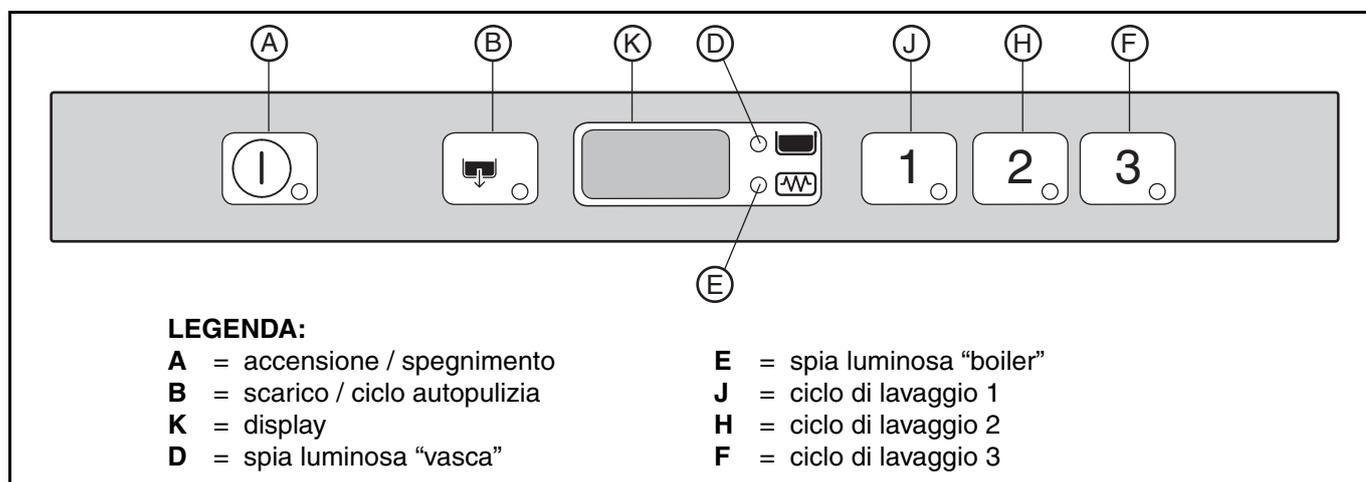

Figura 15
Si accende la spia del tasto "A" (Figura 15) che indica che la lavastoviglie é sotto tensione e sta effettuando il caricamento ed il riscaldamento dell'acqua. Durante l'intera fase di caricamento e riscaldamento sul display si legge "FILL":
Per visualizzare la temperatura del boiler durante il riscaldamento della vasca, aprire la porta e premere il tasto "J" (Figura 15).
Per stoviglie poco sporche: premere il pulsante "J" (Figura 15), (vedi tabella tempi).
Per stoviglie normalmente sporche: premere il pulsante "H" (Figura 15), (vedi tabella tempi).
Per stoviglie molto sporche: premere il pulsante "F" (Figura 15), (vedi tabella tempi).
- Selezionare il ciclo di pulizia premendo il pulsante "B" (Figura 15).
- Spegner la lavastoviglie premendo il pulsante "A" (Figura 15).